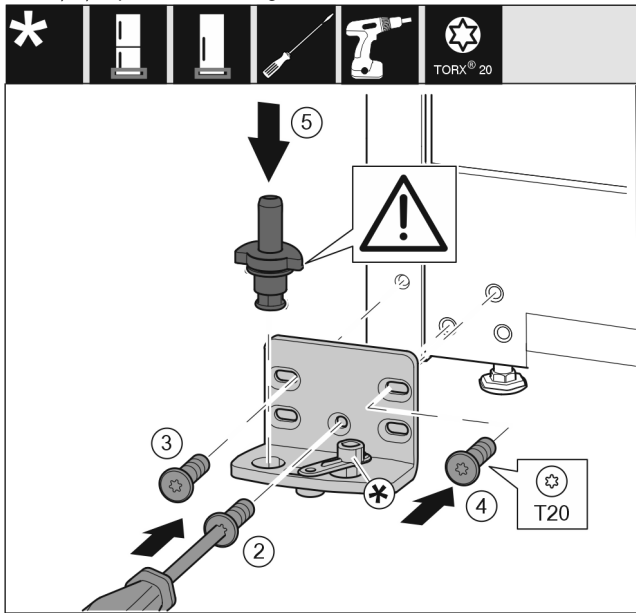

Fig. 36
- Aplicați suportul de lagăr pe partea opusă și înșurubați-l cu ajutorul unei șurubelnițe T20. Începeți cu șurubul 2 de jos din centru. Fig. 36 (2)
- Înșurubați ferm șurubul 3 și 4. Fig. 36 (3,4)
- Introduceți complet bolțul de lagăr. Aveți grijă aici ca respectiva camă de cuplare să fie îndreptată către înapoi. Fig. 36 (5)
- Aplicați suportul de lagăr pe partea opusă și înșurubați-l cu ajutorul unei șurubelnițe T20. Începeți cu șurubul 2 de jos din centru. (2)
- Rotiți îmbinarea amortizorului de închidere cu 180°. Înșurubați pe partea opusă a suportului de lagăr cu șurubelnița T20. (5)
- Introduceți complet bolțul de lagăr. Aveți grijă aici ca respectiva camă de cuplare să fie îndreptată către înapoi. (6)